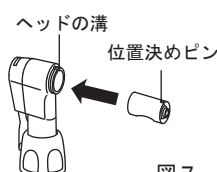

図7
- ③バー等を用いヘッドよりカートリッジを押し出し取りはずします。この時、ヘッド内部が汚れている場合はパナスプレープラスを吹きつけ内部を掃除します。
- ④新しいカートリッジの位置決めピンとヘッドの溝を合わせて挿入します(図7)。